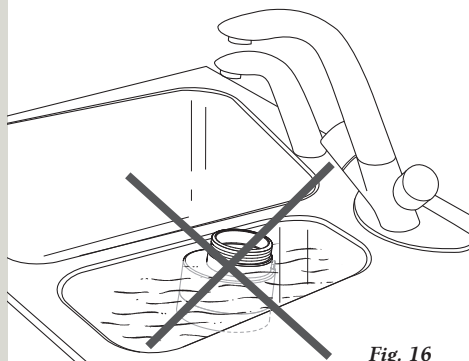

Fig. 16
- Não mergulhe o reservatório de água em água. (fig. 16)